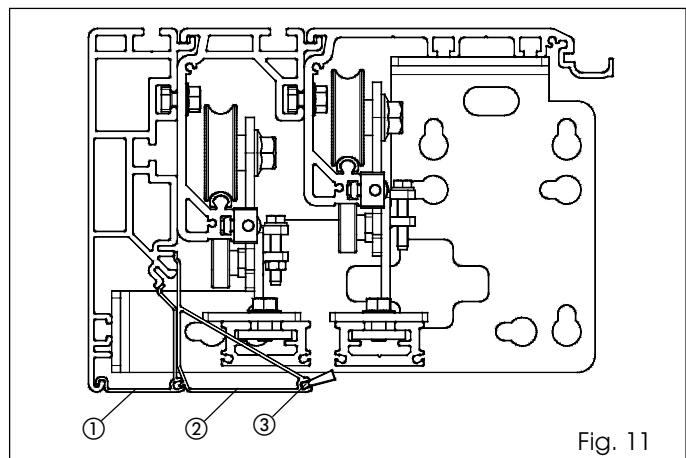

Fig. 11
- Se si utilizza il profilo di chiusura per automazione autoportante, assemblarlo come indicato in fig. 11 rif. ①.
- Se si utilizza il profilo di chiusura per telescopica, assemblarlo come indicato in fig 11 rif. ②
ATTENZIONE: inserire lo spazzolino (accessorio fig. 11 rif. ③) nel profilo di chiusura per telescopica prima del montaggio.